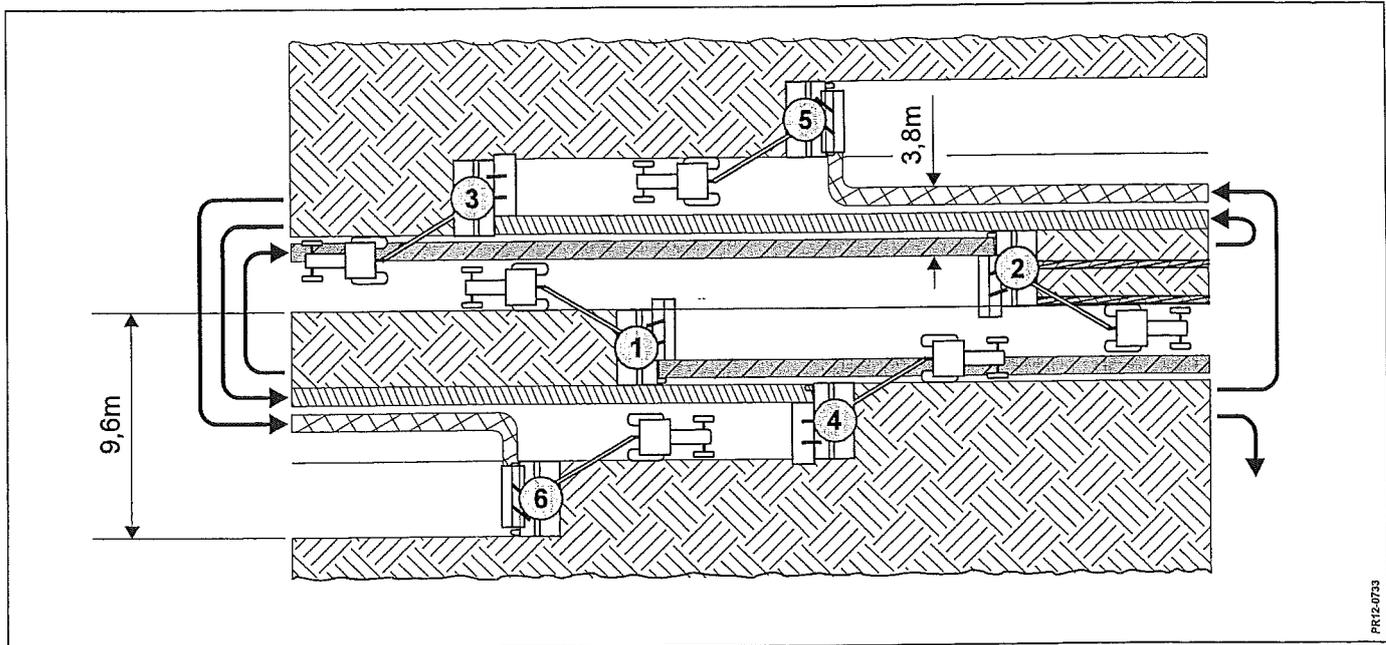

Fig. 3-11
- Ved trippel skår. Se Fig. 3-11